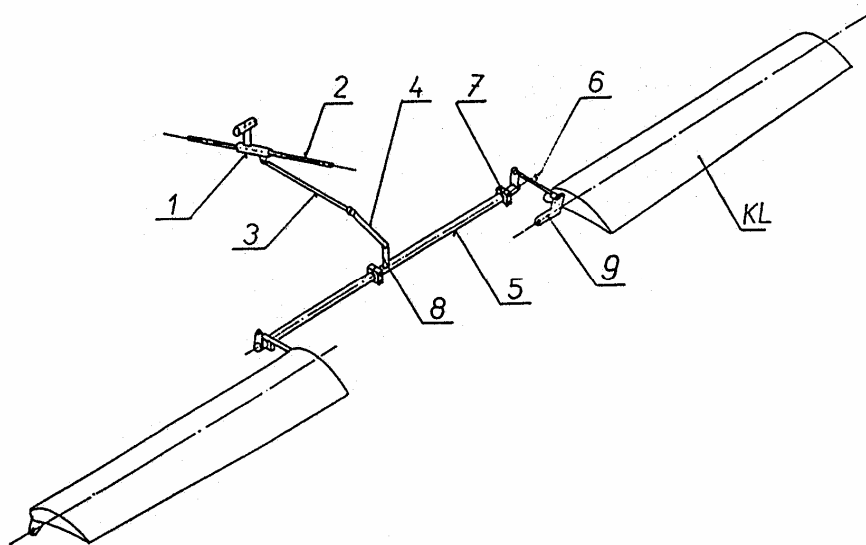

Bild 11: Klappensteuerung
Der Klappenbedienhebel (1) in Bild 11 befindet sich in der Mittelkonsole zwischen den beiden Sitzen. Der Hebel wird bei den einzelnen Klappenstellungen in entsprechende